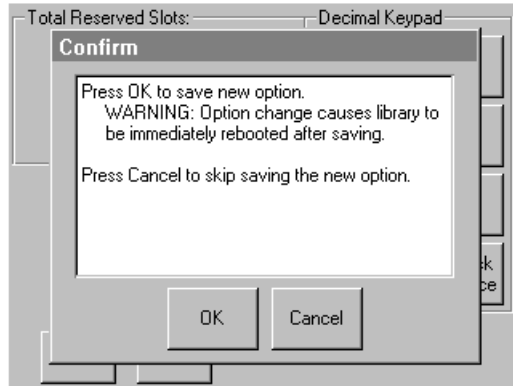

Figure 29 : Écran de confirmation des bacs réservés
- Entrez le nombre de bacs à réserver et touchez **Save** (Enregistrer) pour confirmer la modification. Dans l'écran de confirmation qui s'affiche (voir la Figure 29), touchez **OK** pour enregistrer.